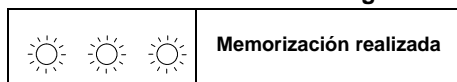

Fig. 5.44 Memorización realizada
- 5 Para memorizar la configuración, pulsar el botón de restablecimiento **c** durante 5 segundos aproximadamente, hasta que los indicadores luminosos de señalación **d** parpadeen simultáneamente como en **Fig. 5.44**